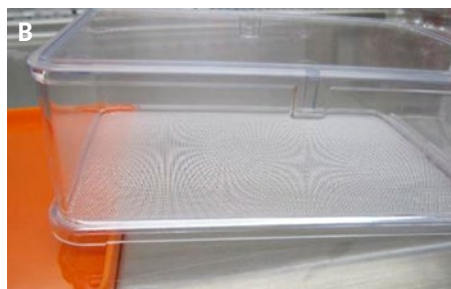

図 5. Corning® Elplasia® 12K フラスコの底にある積み重ね用くぼみ (A、矢印) を、オレンジ色の保護トレーの端と位置合わせした推奨例。これにより、培地交換時にフラスコの後部を推奨角度で持ち上げ、固定することができる (B)。
- オレンジ色の保護トレーを使用する場合は、オレンジ色の保護トレーの端を、フラスコの底にある積み重ね用くぼみと位置合わせすることを推奨します（図 5）。